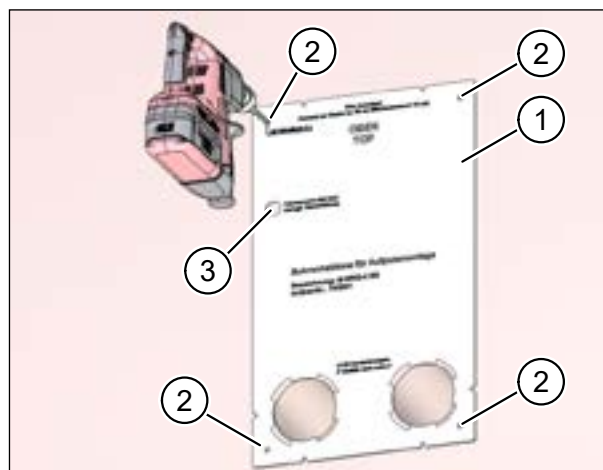

Рис. 19: отверстия для дюбелей и разметка для кабеля электропитания
- Расположите шаблон (поз. 1 на рис. 19) в точном соответствии с отверстиями.
- Нанесите разметку (поз. 2 на рис. 19) для дюбелей.
- Отметьте место выхода кабеля электропитания и кабеля системы управления (поз. 3 на рис. 19). Разметкой обозначается конец планируемой штробы для кабеля электропитания и кабеля системы управления.